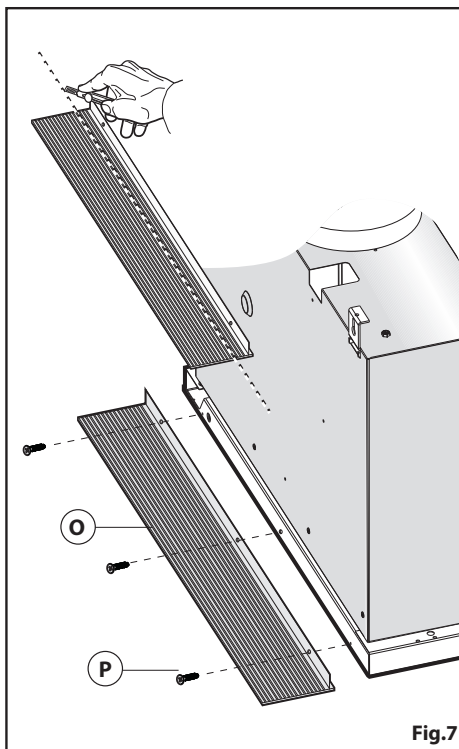

Fig.7
Dit product kan ook geleverd worden met een plastic afstandhouder **O** die gemonteerd dient te worden voordat de kap geïnstalleerd wordt (fig.7).
Maak de afstandhouder aan de kap vast met de schroeven **P** (fig.7).
lymes het teveel aan plastic weg (fig.7).
2. afstandhouder **O** (fig.7).